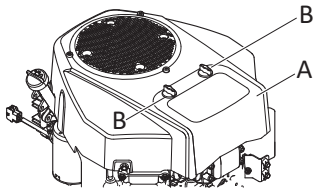

Fig. 3
- Reinigen Sie den Bereich um den Filterdeckel Fig. 3 Abb. A.
- Entfernen Sie den Filterdeckel, indem Sie die beiden Knebschrauben Fig. 3 Abb. B abschrauben.